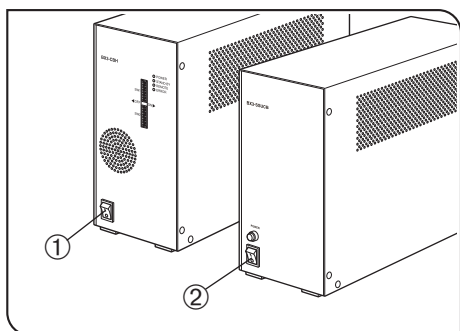

Fig. 2
## 1 Mise sous tension (ON) (Fig. 2)
- Positionner les interrupteurs principaux sur « I » (ON) dans l'ordre suivant :
1. Mettre l'interrupteur principal ① du boîtier de contrôle BX3-CBH sur « I » (ON).
2. Mettre l'interrupteur principal ② du boîtier de contrôle BX3-CBH sur « I » (ON).